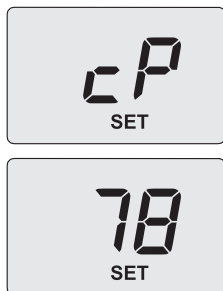

Рис. 9.11
- Нажмите кнопку 13 или 14: на дисплее буквы **сP** будут загораться поочередно с максимальной температурой воды в системе отопления (например, **78**) и появится надпись **SET**, которая обозначает включение функции «трубочист» в режиме максимальной мощности отопления (Рис. 9.11).